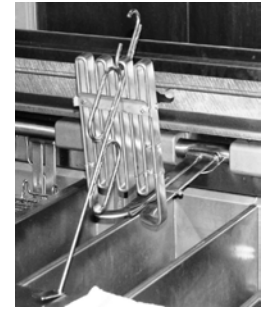

Figura 1
- Apenas para fritadeiras eléctricas.** Com a ferramenta de levantamento, levantar as resistências de aquecimento e limpar o fundo da cuba. Proceder com cuidado para não danificar o sensor de alarme alto Figura 1.